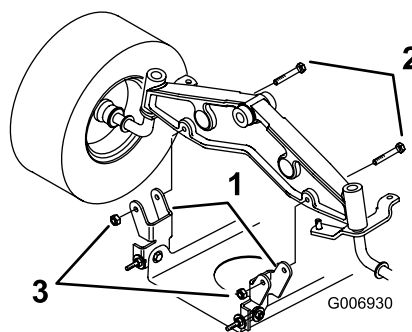

Figure 38
8. Retirez les boulons et contre-écrous et détachez les deux supports de pivot du plateau de coupe de l'essieu avant (Figure 38).